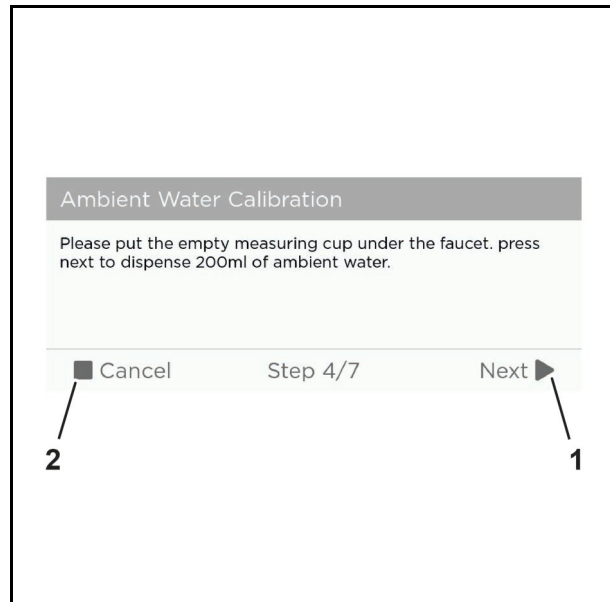

Abb. 60 Beispielgrafik
9. Tippen Sie auf die Schaltfläche "Next" (Abb. 60/1), um mit der Kalibrierung fortzufahren oder "Cancel" (Abb. 60/2), um die Kalibrierung abbrechen.